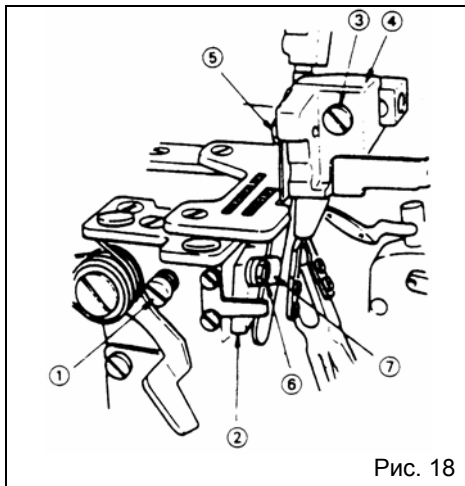
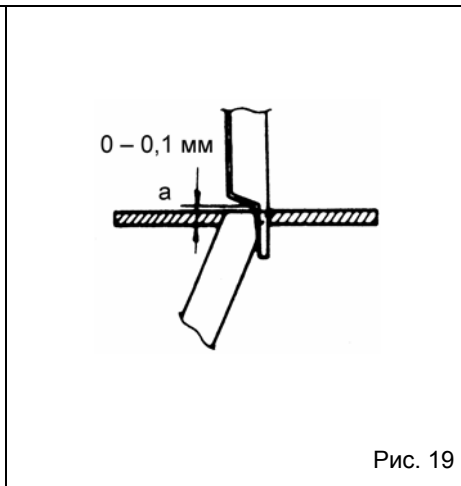

Рис. 18
Рис. 19
- (1) Поворачивайте шкив, пока подвижный нож не остановится в самой нижней точке,
- (2) Ослабьте установочный винт ①, переместите влево до упора держатель неподвижного ножа ② и затем временно закрутите установочный винт ①.
- (3) Ослабьте установочный винт ③ и установите держатель подвижного ножа (4) на нужную длину краеобметочного стежка, поворачивая его влево или вправо. Затяните установочный винт (3).
- (4) Поворачивайте шкив, пока острие (а) подвижного ножа не поднимется на высоту 0 – 1.0 мм над верхней поверхностью игольной пластинки, как показано на Рис. 19, после чего затяните установочный винт ①.
- (5) Убедитесь, что неподвижный нож соприкасается с подвижным ножом под давлением пружины, затем затяните установочный винт ①.
- (6) Проверьте остроту лезвий ножей. Для этого поместите нитку между подвижным и неподвижным ножом, и, повернув шкив, отрежьте ее.
Замена подвижного ножа (Рис. 18, Рис. 19 и Рис. 20)
- (5) Поворачивайте шкив до тех пор, пока острие (а) подвижного ножа не поднимется на высоту 0 – 1.0 мм над верхней поверхностью игольной пластинки, как показано на Рис. 19. Затем ослабьте установочный винт ①.
- (6) Убедитесь, что неподвижный нож соприкасается с подвижным ножом под давлением пружины, затем затяните установочный винт ①.
- (7) Проверьте остроту лезвий ножей.